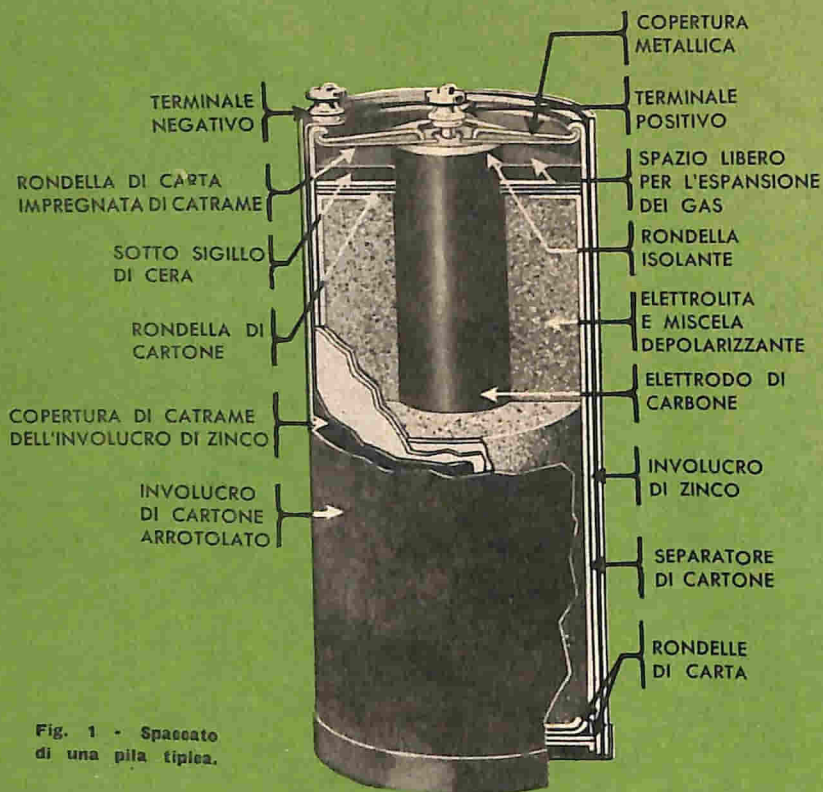

Fig. 1 - Spaccato di una pila tripla.
**Che cosa succede?** — In fig. 1 è illustrata in sezione una tipica pila a secco. La custodia esterna viene usata come elettrodo negativo della pila; l'elettrodo positivo consiste in un pezzo cilindrico di carbone posto al centro della pila. I due elettrodi sono separati da una sostanza pastosa composta da un elettrolita e da una miscela depolarizzante.